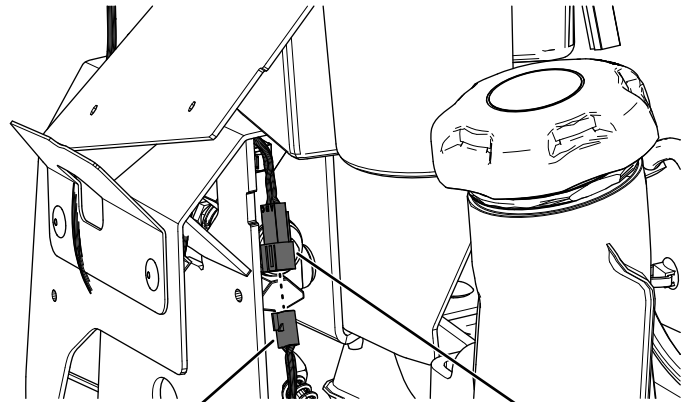

Bild 22
2. Verbinden Sie den Kabelbaumstecker des Kits mit dem Stecker des neuen linken Fahrtriebshebels (Bild 22).